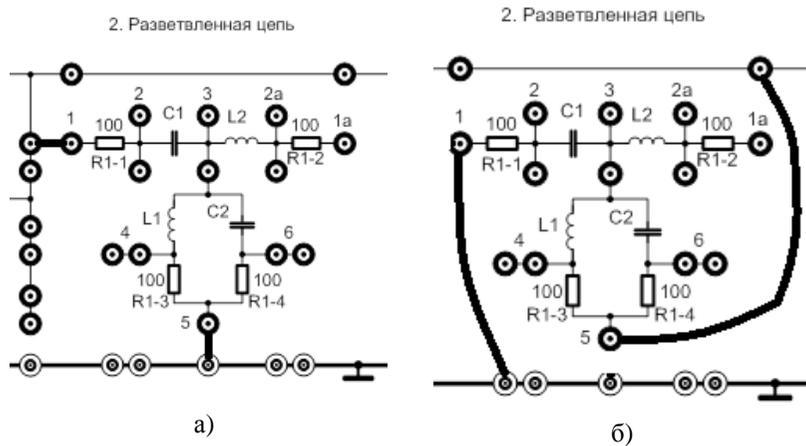

Рисунок 3.3. Схема экспериментальной установки
1) Собрать схему (рис. 3.3а) для измерения узловых напряжений, установив переключки с гнезда 1 на сигнальную шину и с гнезда 5 на общую шину;
- 5) Поменять положение дополнительных перемычек, как показано на рис.3.3б;